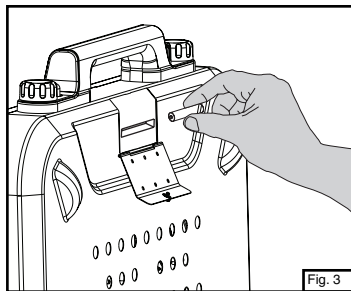

Fig. 3
- REMARQUE:** Servez-vous uniquement d'une pile alcaline AA fraîche, jamais d'une pile au nickel-cadmium. Retirez la pile de son compartiment si vous ne pensez pas utiliser le réchaud pendant un certain temps. (Fig. 3)